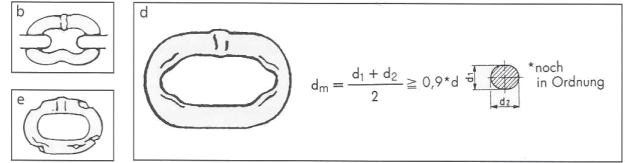

Bild 34:
- Verschleiß tritt an den Kettengliedern durch Abrieb außen und zwischen ineinander hängenden Kettengliedern verdeckt auf. Zur Verschleißmessung mit Messschieber muss die Kette locker sein. Bis zu 10 % Verschleiß (gemittelte Glieddicke) ist zugelassen (siehe Bild 34).